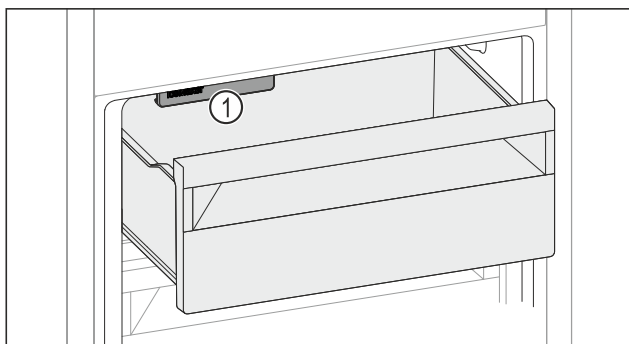

Fig. 142
- Внимавайте за IceMaker Fig. 142 (1).